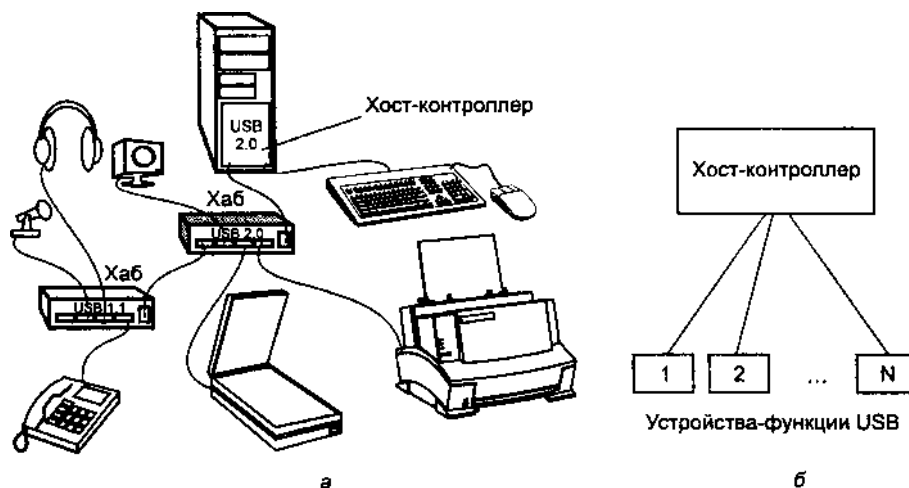

Рис. 17.1. Различные взгляды на отношения в USB: а — физическая топология, б — логическая топология
*Физическая топология USB* — многоярусная «звезда» (рис. 17.1, а). Ее вершиной является хост-контроллер, объединенный с корневым хабом. Хаб является устройством-разветвителем; к тому же он может служить источником питания для подключенных к нему устройств. К каждому порту хаба может непосредственно подключаться периферийное устройство или промежуточный хаб; шина допускает до 5 уровней каскадирования хабов (не считая корневого). Поскольку комбинированные устройства содержат внутри себя хаб, их подключение к хабу 5-го уровня уже недопустимо. Каждый промежуточный хаб имеет несколько *нисходящих* (downstream) портов для подключения периферийных устройств (или нижележащих хабов) и один *восходящий* (upstream) порт для подключения к корневому хабу или нисходящему порту вышестоящего хаба.
*Логическая топология USB* — «звезда». Хабы (включая корневой) создают иллюзию непосредственного подключения каждого логического устройства к хост- контроллеру (рис. 17.1, б). В этой «звезде» устанавливаются сугубо подчиненные отношения по системе опроса-ответа: хост-контроллер по своей инициативе передает данные выбранному устройству или принимает их. Устройство по своей инициативе передавать данные не может; непосредственные передачи данных между устройствами невозможны. Устройство по своей инициативе может лишь сигнализировать о *пробуждении* (wakeur), для чего используется специальная сигнализация, но не передача данных.